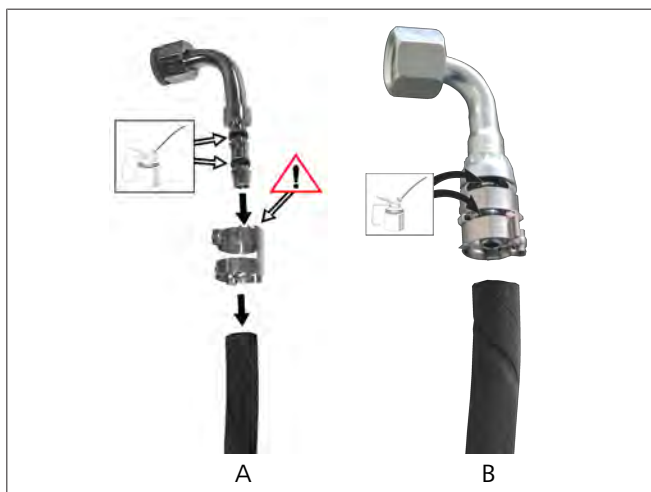

Fig. 22 Graissez les raccords
- Raccord avec colliers séparés : voir Fig. 22, partie A.
- Raccord avec collier fixé, voir Fig. 22, partie B.